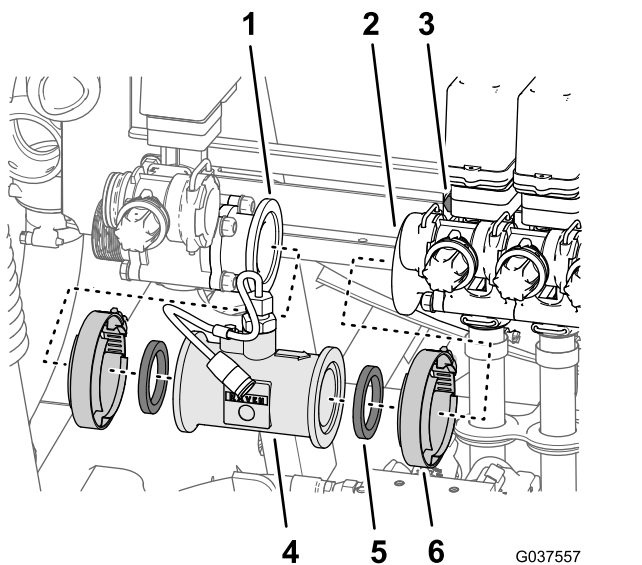

Figura 38
1. Retire as duas braçadeiras flangeadas que prendem o fluxímetro às flanges da válvula de controlo da agitação e válvula do segmento da rampa esquerda (Figura 38).
2. Retire as duas juntas e o fluxímetro da máquina (Figura 38).
Nota: Se necessário, desaperte os quatro parafusos de cabeça flangeada e as quatro porcas de bloqueio flangeadas que prendem as três válvulas da secção da rampa ao suporte da válvula (Figura 38).